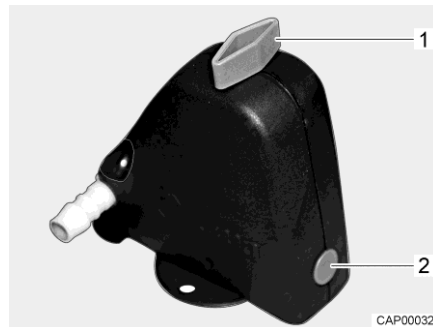
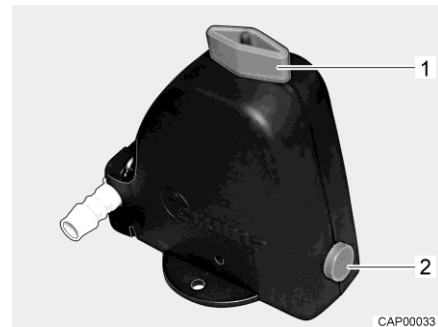

Fig. 157 Válvula de seguridad/purga cerrada
Fig. 158 Válvula de seguridad/purga abierta
- Abrir la válvula de seguridad/purga (Fig. 157). Para ello, girar el botón giratorio (Fig. 157,1) a la posición longitudinal en referencia a la válvula de seguridad/purga. El botón de presión (Fig. 157,2) salta hacia fuera. La válvula de seguridad/purga abierta se muestra en Fig. 158.